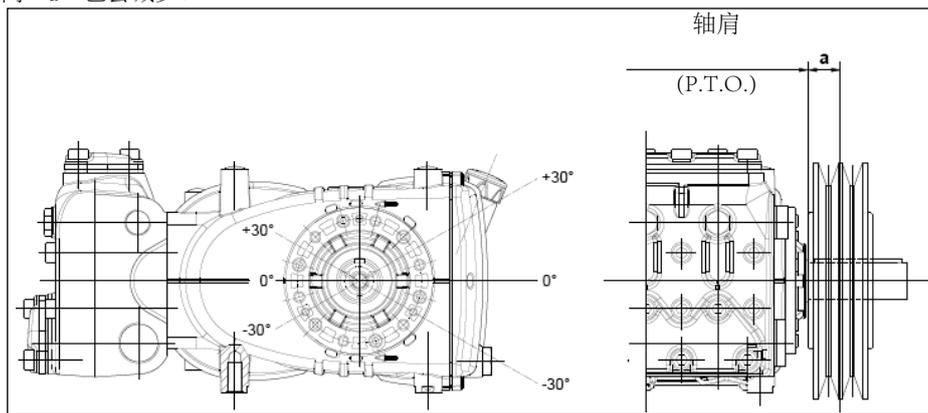

图10
$a=50$ mm时，传动才被视为适当，见图10。
- b) 使用高效能皮带 - 例如XPB而不是SPB - 同样的功率传递, 使用的皮带数量会相对少, 继而相对图10的轴肩(P.T.O.)的距离“a”也会减少。
e) 按照图10指出的方向拉紧皮带, 其他需求请联系**技术部**或**售后服务中心**。